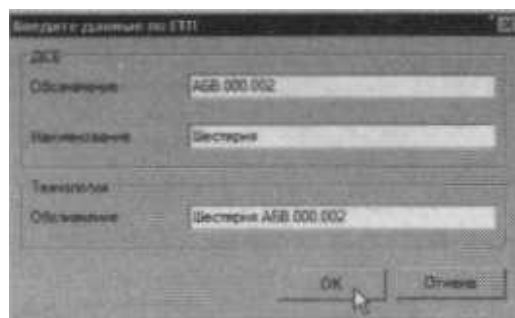

Рисунок 125
13. В открывшемся окне укажите наименование и обозначение ДСЕ, как показано на рис. 125. Нажмите кнопку **ОК**.